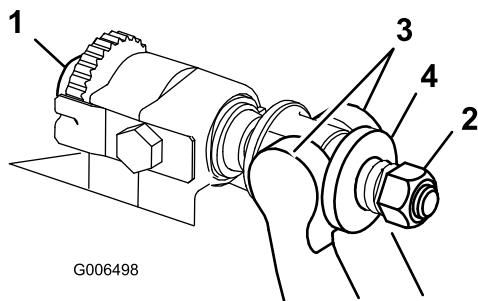

図 13
1. ベッドバー調整ねじを左に回して下刃とリールの接触を完全になくす 図 13。
2. スプリングテンション・ナットをゆるめて、ワッシャがベッドバーを全く押さないようにする 図 13。